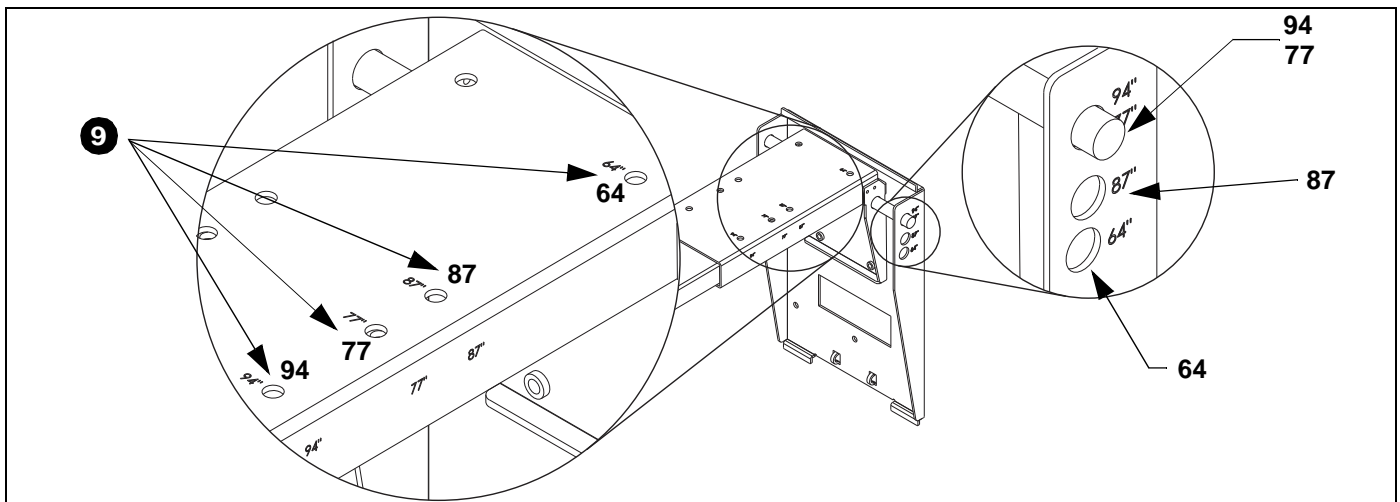

Figura 7
Veja a Figura 7 para o posicionamento do braço articulado
9. Utilize o equipamento (guardado no Passo 1) para conectar o braço articulado ao suporte da placa SMART. (Ver Figura 7)